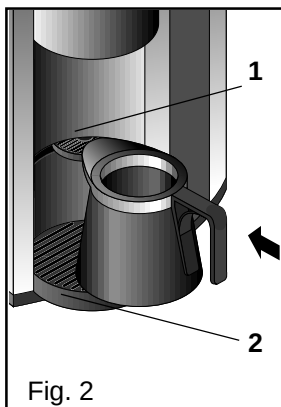

Fig. 2
1. Sæt en kande af passende størrelse på kandeholderen **(2)** således at kanden skubber kopholderen **(1)** til side (fig. 2).
Sæt en kande af passende størrelse på kandeholderen (2) således at kanden skubber kopholderen (1) til side (fig. 2).